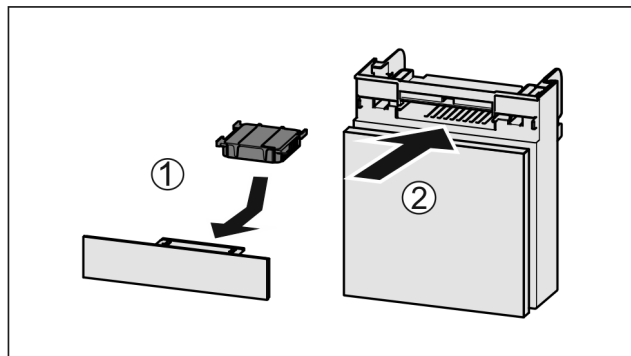

Fig. 89
- ▶ Filtr s aktivním uhlím vložte podle vyobrazení Fig. 89 (1).
- ▶ Zásuvku zasuňte Fig. 89 (2).